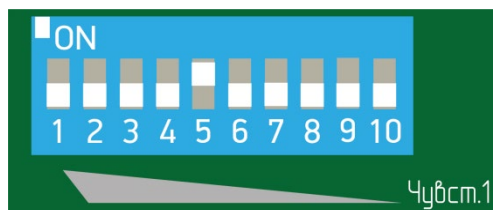

Рисунок 7.24
– установить флажок 5 переключателя регулировки чувствительности соответствующего канала (рисунок 7.24) в положение «ON» (верхнее положение), все остальные флажки в нижнее положение;